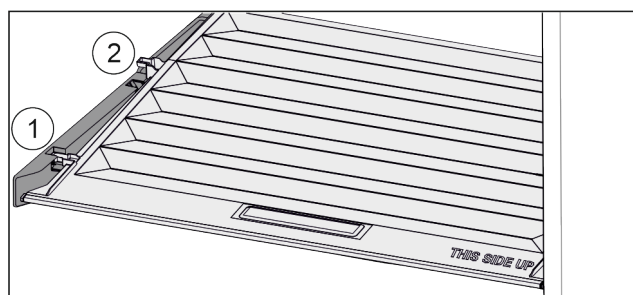

Fig. 33
- Vytáhněte víko dopředu až k otvoru v přídržných dílech Fig. 33 (1).
- Vzádu zespolu nadzvedněte a vyjměte směrem nahoru Fig. 33 (2).